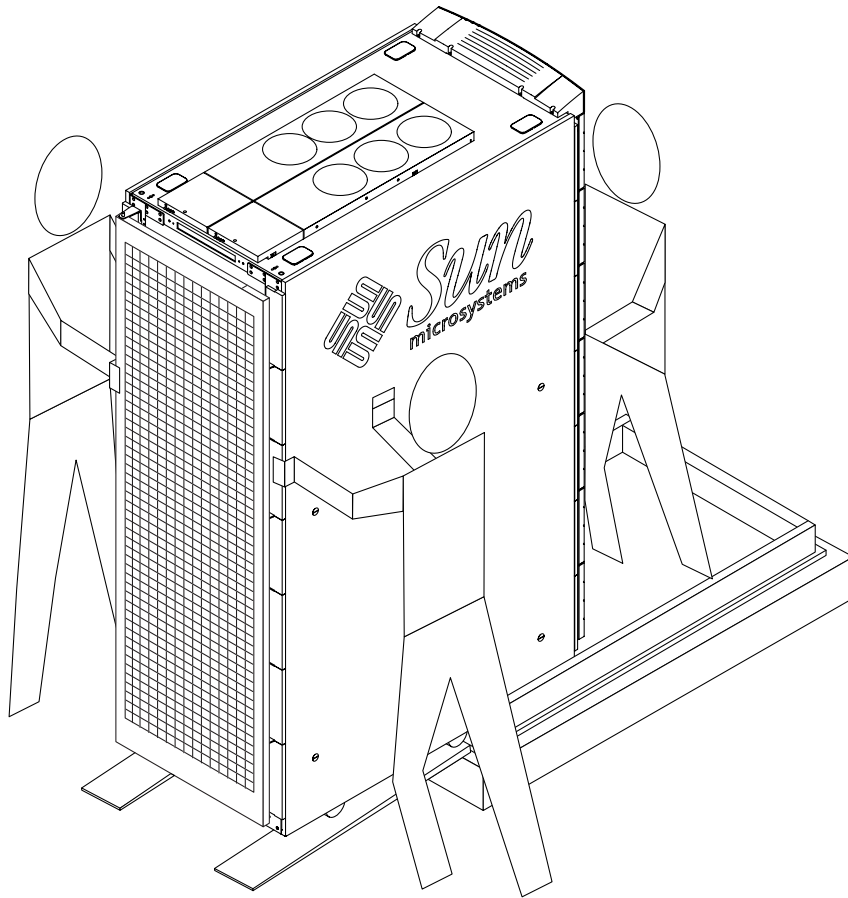

FIGURE 2-3 Retrait du système Sun Fire E6900 de la palette
9. Faites rouler le système lentement sur les rampes (FIGURE 2-3).